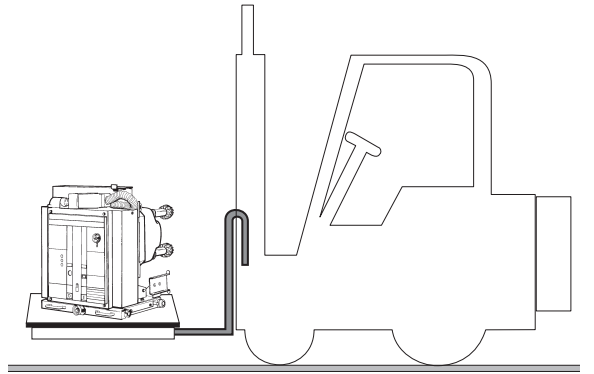

Abb. 3
**Bei der Handhabung der Geräte dürfen die Hubvorrichtungen nicht direkt unter dem Gehäuse eingeführt werden. Den Leistungsschalter zum Anheben mit einem Hubwagen auf eine stabile Unterlage stellen (siehe Abb. 3).**